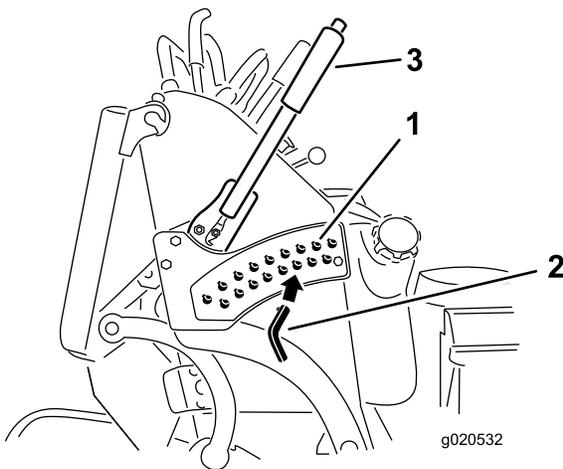

図 28
3. 刈高ブラケットについている穴から、希望する刈高に対応する穴を見つけ、その穴にピンを通す 図 28。
4. 上部についているボタンを押して刈高レバーをピンまで下げる 図 28。